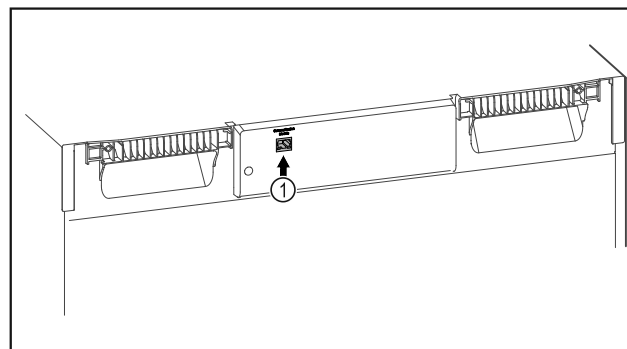

Fig. 113
- SmartModule Fig. 113 (1) naudojamas.